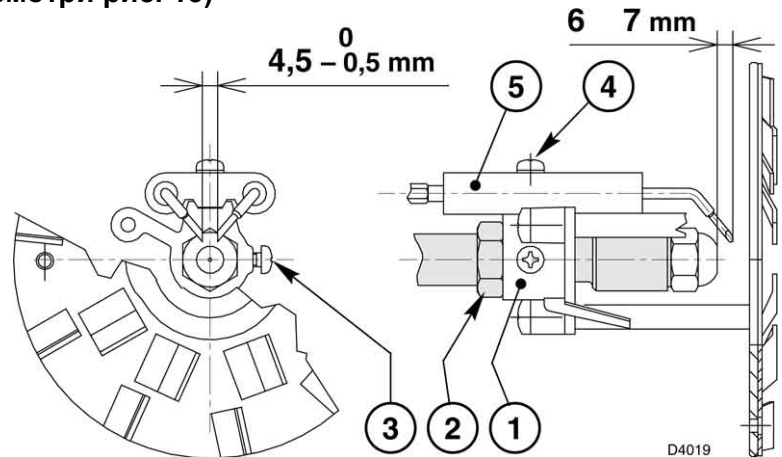

Рис. 13
- Ослабьте винты (2), открутите гайку (3), отсоедините от блока управления провода (4) и фотосопротивление (5) и выньте держатель форсунки (1) в сборе.
- Снимите с электродов провода (4), ослабьте винт (3, рисунок 13 на странице 7) и снимите с держателя форсунки (1) турбулизатор в сборе (8).
- Закрутите форсунку (9), держа ее, как показано на рисунке.
### 4.4 РЕГУЛИРОВКА ЭЛЕКТРОДОВ (смотри рис. 13)
- Менять форсунку (смотри рис. 12, стр. 6) и проверять правильное положение электродов (рис.13, стр. 7).